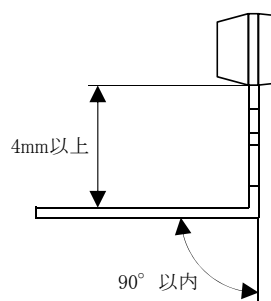

図 2. リードを垂直方向に曲げる場合
- (3) リードをトランジスタ形名表示面に対し垂直に曲げるときは、図 2 のようにケースから少なくとも 4mm 以上離れた点で折り曲げ、その角度は 90° 以下にしてください。